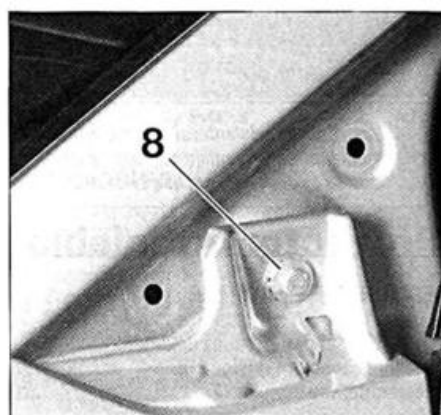

FIG. 17
- Desmontar el tornillo (8) (fig. 17).